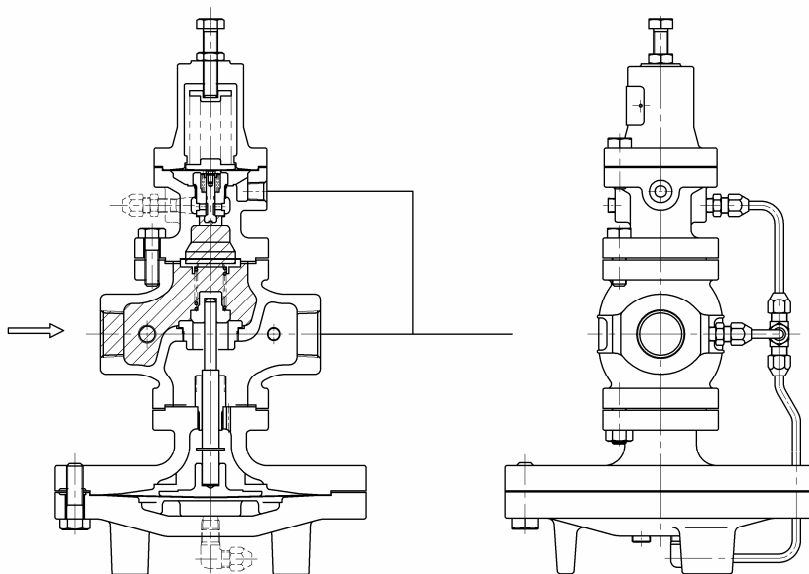

図1
(1)調節ばね⑳をフリーの状態にすれば、主弁⑥および先立弁弁体⑰は閉止します。一次側の止弁をゆっくり開き高圧側流体を流入させると、主弁の背部に一次側圧力が加わると共に、スクリーン⑮を通り先立弁弁体背部にも一次側圧力が達します。(図1)